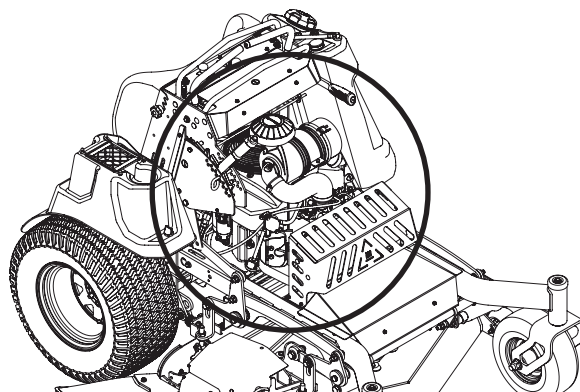

Fig. 18
- Limpie alrededor del colector del escape, los fusibles, todo el cableado y mazos de cables, tubo del silenciador, protector del silenciador, filtros de admisión del motor y aletas de refrigeración, etc (Fig. 18).